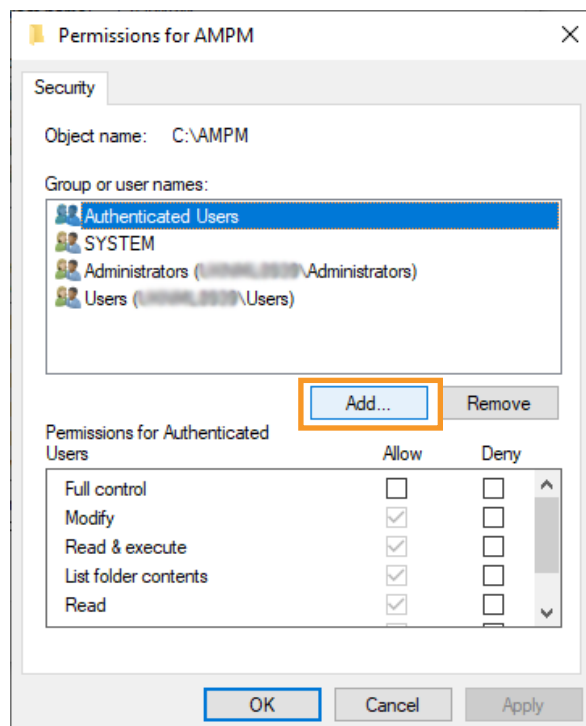

Figure 41 Cliquez sur Add (Ajouter)
2. Cliquez sur **Add** (Ajouter) (voir la Figure 41).